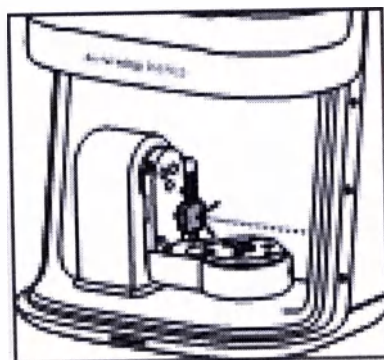

Рис. 22
5. Установите винт транспортировочный для сканера 3Series (модель DW-3-90) (рисунок 22).